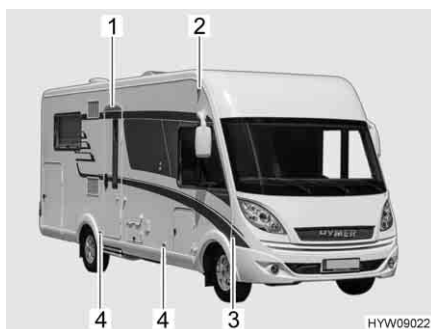

Fig. 229 Luci posteriori (luce targa)
- Svitare due viti degli involucri (Fig. 229,1).